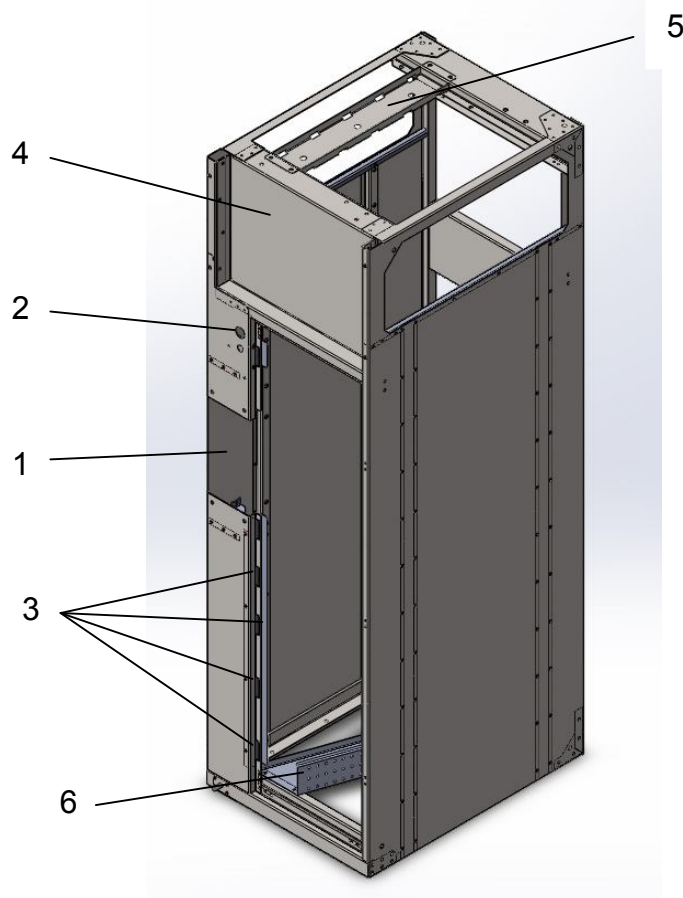

Рис. 3.2 Каркас камеры КСО-6(10)-ЭЛТЕХ.
3.2. Все типы камер с выключателями нагрузки имеют одинаковый каркас, представленный на рис. 3.2.
В каркасе выполнен проём 1 для установки блокировочных узлов, разработанных для выключателей нагрузки разного типа. Отверстие 2 предназначено для управления выключателем нагрузки с помощью манипуляционной ручки. Отверстия 3 предназначены для сопряжения с вертикально перемещающимися элементами двери (на рис. 3.2 не показаны), обеспечивающими организацию блокировок и локализационную способность камеры. Место 4 в каркасе предназначено для установки шкафов РЗА, которые в зависимости от типа силовой аппаратуры камеры могут иметь различное наполнение и разные габаритные размеры. Опорные изоляторы сборных шин камеры крепятся к элементу каркаса 5, а хомуты силовых кабелей крепятся к элементу каркаса 6.